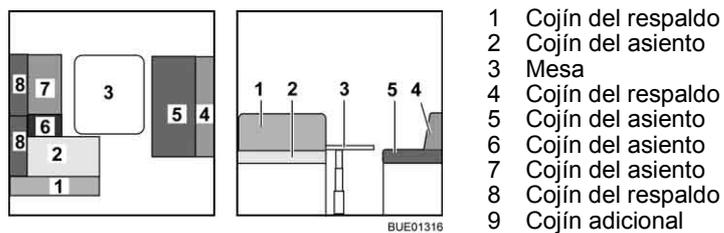

Fig. 136 Antes de la transformación
- Transformar la mesa (Fig. 136,3) en base de cama (véase apartado 6.10).
- Quitar los cojines del respaldo (Fig. 136,1, 4 y 8) y ponerlos a un lado.